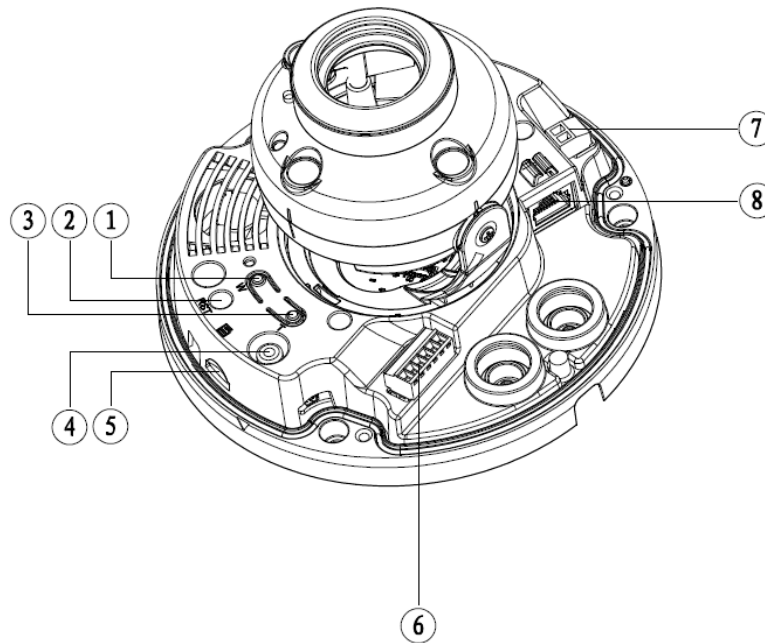

Рисунок 3
Откройте корпус устройства и найдите слот для карты «Micro SD». Определите направление карты «Micro SD», руководствуясь направлением, указанным на устройстве, и вставьте карту «Micro SD» в слот (рис. 3).
Кнопка аппаратного сброса используется для возврата к настройкам по умолчанию. Если нажать и удерживать эту кнопку в течение 5 секунд, конфигурация системы вернется к заводским настройкам (рис.3).
4.5 Снимите корпус с устройства и подключите соединительные провода (разъемы) в соответствии со схемой внешних подключений (рис.3) и соблюдением полярности. Неверное соединение может привести к повреждению и/или неправильному функционированию оборудования.